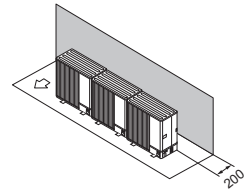

Fig. 2-12
- (1) Forhindring eller lukket område kun bagpå (Fig. 2-12)